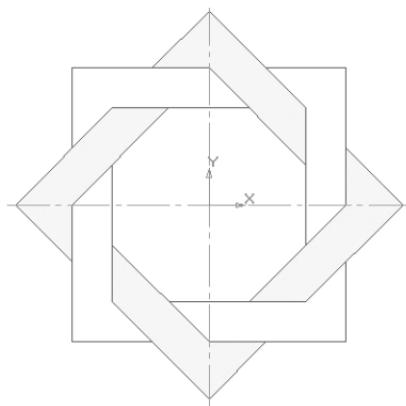

Рис. 88
- если области заливки заданы правильно, щелчком ЛКМ по кнопке – **Создать объект** на панели **Специального управления** создайте заливку (рис. 88);